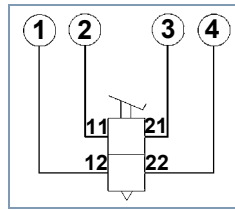

Abb. 6 Prüfstandanschlüsse
- Gerät an Prüfstandanschlüsse anschließen (siehe Abb. 6).